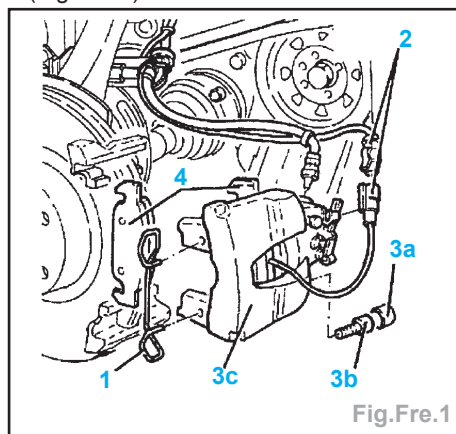

Fig.Fre.1
- Déposer le ressort (1) de fixation des plaquettes de freins aux étriers (Fig.Fre.1).
- Déconnecter les câbles d'usure des plaquettes de freins (2).